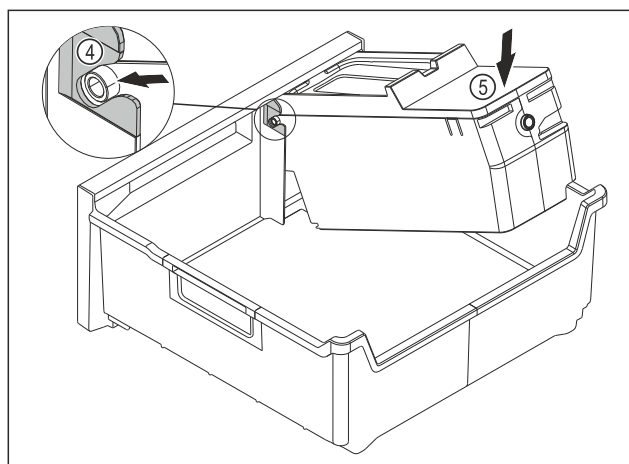

Fig. 158
- Montáž korpusu EasyTwist-Ice: Osy korpusu EasyTwist-Ice zasuněte do vedení Fig. 158 (4).
- Stlačte korpus EasyTwist-Ice Fig. 158 (5) vzadu dolů.